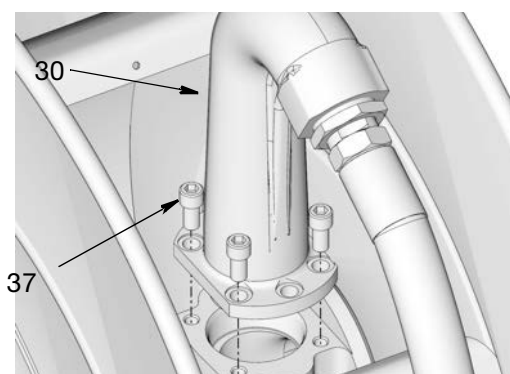

ABB. 12: Abgebildet: Niederdruck-Modell.
- Auslass (30) an der Spule installieren. Alle Schrauben (37) wieder einsetzen und fest anziehen. Schrauben mit 32,54 bis 40,67 N.m (24 bis 30 ft-lb) festziehen (ABB. 12).
- Bei den Niederdruckmodellen (abgebildet in ABB. 12) werden 4 Schrauben (37) verwendet.
- Bei den Mitteldruck-Modellen (nicht abgebildet) werden 6 Schrauben (37) verwendet.